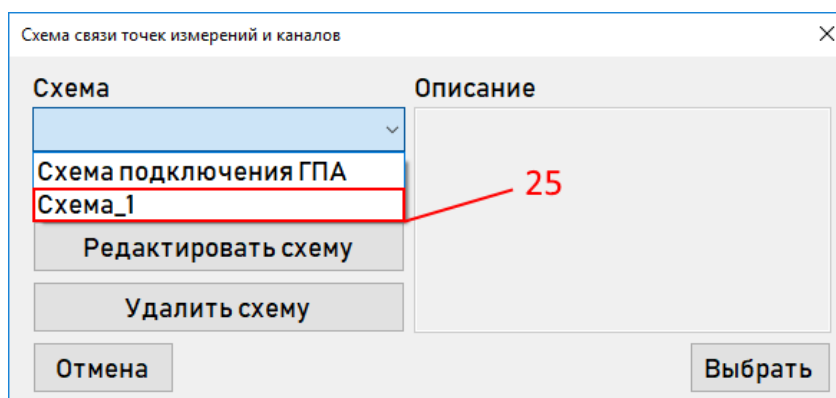

Рисунок 3.8.16
- после сохранения сформированную схему следует выбрать из выпадающего меню и нажать кнопку «Выбрать» (см. Рисунок 3.8.16, поз. 25).